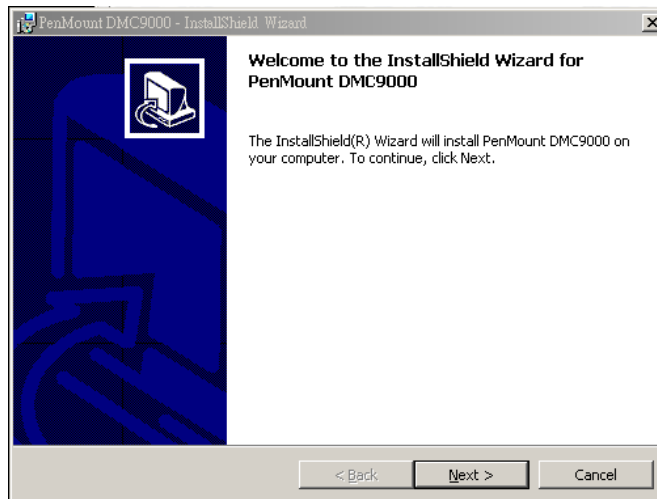

Abbildung 7-24: Begrüßungsbildschirm
Schritt 3: Der Begrüßungsbildschirm wird angezeigt (**Abbildung 7-24**). Klicken Sie auf **Next** um mit der Installation fortzufahren.